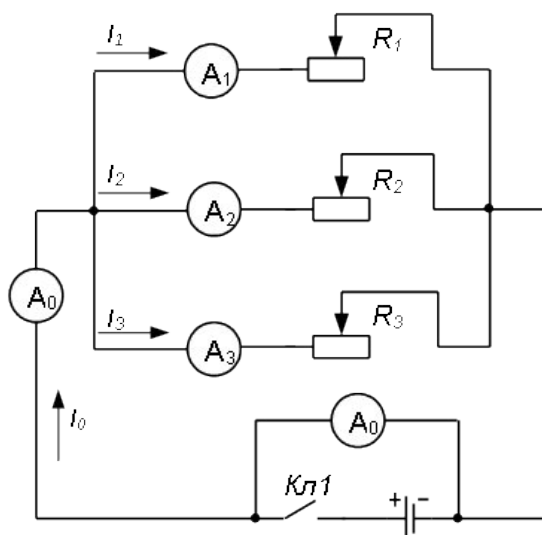

Рисунок 1.2 – Схема для проверки первого закона Кирхгофа
При трех параллельно включенных сопротивлениях (рис. 1.2) эквивалентное сопротивление будет равно:
2. Собрать схему для проверки первого закона Кирхгофа (рис.1.2). Установить максимальные значения сопротивлений реостатов и измерить после замыкания ключа  $Kл1$  токи в параллельных ветвях и общий ток цепи  $I_0$ . Результаты измерений занести в таблицу 1.1.